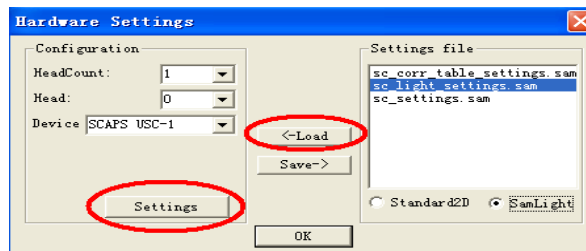

图 14
3) 分别载入 sc_corr_table_settings.sam(无此项则不需设置), sc_light_settings.sam 和 sc_setting.sam 进行设置 (Lord 以后点 Settings, 图 14);